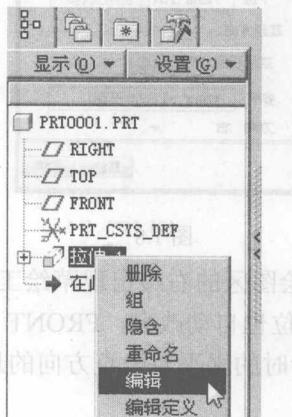
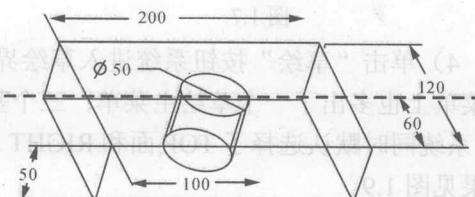
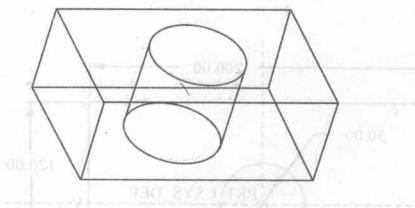

图 1.12
图 1.13
图 1.14
1) 在模型树中选中刚建立的拉伸特征, 再单击右键, 得到如图 1.12 所示的即时菜单, 选择“编辑”项, 或者双击刚建立的拉伸特征, 都可以得到如图 1.13 所示的结果, 双击图中的尺寸就可以修改尺寸, 把直径 50、深度 50 分别修改为 80, 再单击 $\checkmark$ 按钮, 零件就按新的尺寸重新生成, 结果见图 1.14。